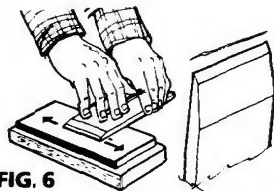

FIG. 6
(C) Poser le fer à plat sur la pierre à huile, biseau en haut (Fig. 6). Quelques légers coups sur la pierre élimineront la bavure.
(C) Legen Sie das Hobeisen mit der Schrägung nach oben flach auf den Ölstein (Abb. 6). Durch leichtes Abziehen über den Stein wird die Kante entgratet.
(C) Poner el hierro plano sobre la piedra de aceite, con el bisel para arriba (Fig. 6). Unos ágiles trazos a lo largo de la piedra quitarán la rebaba.